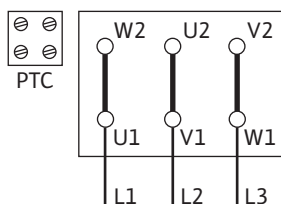

Fig. 10: Y-Δ-käynnistys
- Verkkoiliitäntä riippuu moottoritehosta P2, verkkojännitteestä ja käynnistystavasta. Katso tarvittava yhdyssiltojen liitäntä liitäntäkotelossa seuraavasta taulukosta sekä kuvista Fig. 10, 11 ja 12.